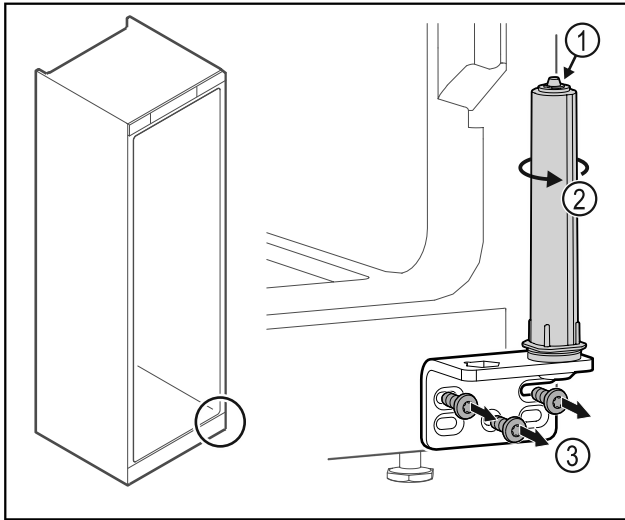

Fig. 37
- ▶ Nu dezasamblați sistemul de închidere al ușii Fig. 37 (1).
- ▶ Rotiți Fig. 37 (2) sistemul de închidere, până când face clic.
- ▶ Deșurubați Fig. 37 (3) colțarul balamalei.